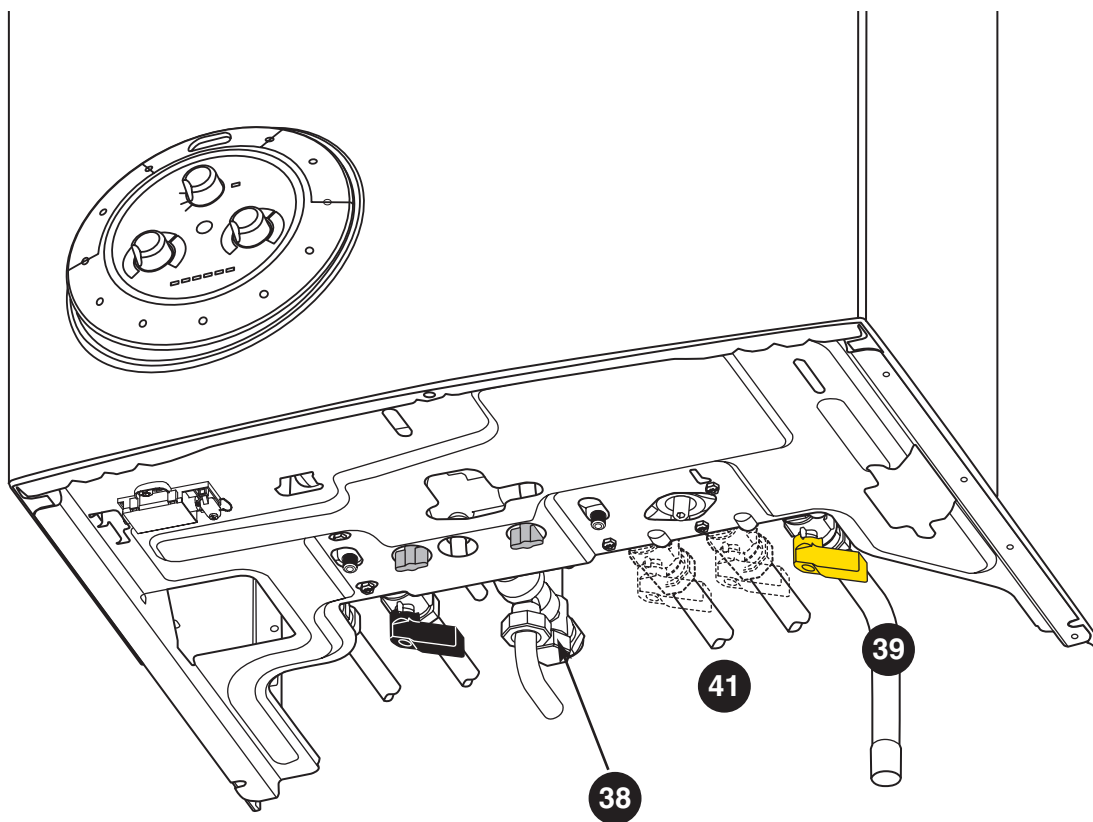

Fig. 20
3. Abrir la llave del gas **39** (fig.20).
- Corte la llegada de gas **39** (fig. 20), girando la llave de la instalación.
*En ciertos casos de instalación, es posible que, después de extraer el agua caliente, se produzca un ligero calentamiento de la canalización (y eventualmente de un radiador). Para evitarlo, basta con cerrar la llave de salida calefacción **41** (fig. 20).*
- abrir la llave de vaciado del grupo de seguridad del acumulador **38** (Fig. 20). El agua saldrá por el agujero de vaciado.